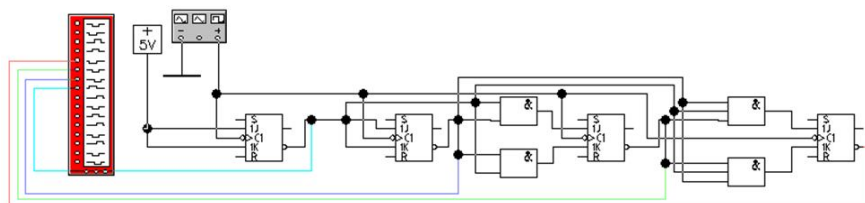

Рис. 7. Схема вычитающего двоичного счетчика
1. Используя пакет Electronics Workbench, соберите схему (рис. 7).